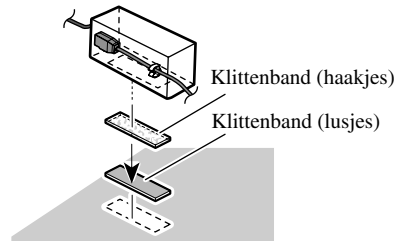

Afb. 7
2. Sluit de optische kabel aan op de aansluitkast voor de optische kabel. (Afb. 7)